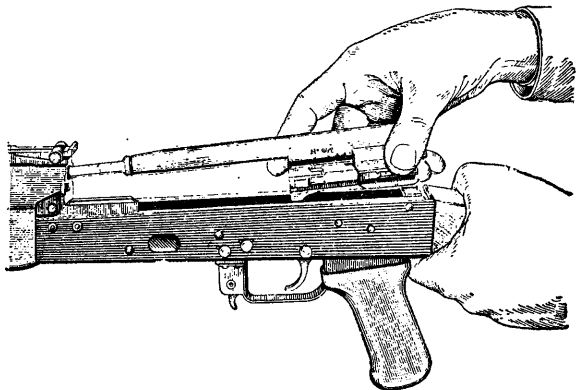

Рис. 7. Отделение затворной рамы с затвором
6) **Отделить затворную раму с затвором.** Продолжая удерживать автомат левой рукой, правой рукой отвести затворную раму назад до отказа, приподнять ее вместе с затвором (рис. 7) и отделить от ствольной коробки.